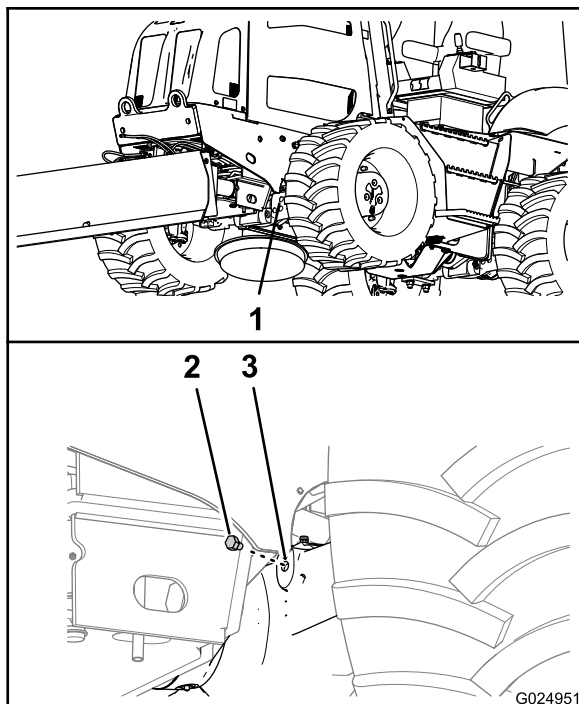
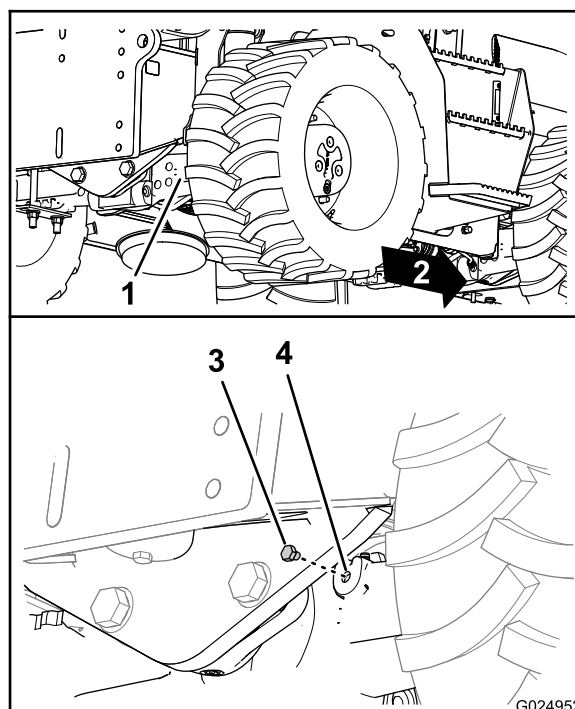

Figure 86
Figure 87
2. Enlevez les bouchons de l'orifice de contrôle dans le carter de pignons de pont (Figure 86 et Figure 87).
3. Vérifiez par l'orifice de contrôle que le niveau d'huile dans le pont atteint le bas du filetage de l'orifice (Figure 86 et Figure 87).
6. Revissez le bouchon dans l'orifice de contrôle du carter des pignons de pont (Figure 86 et Figure 87).